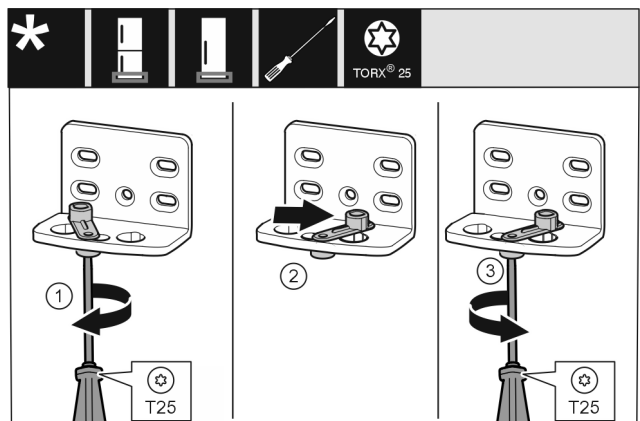

Fig. 13
- ▶ Schroef Fig. 13 (1) met een schroevendraaier losdraaien.
- ▶ Deursluthulp Fig. 13 (2) optillen en 90° naar rechts in de boring draaien.
- ▶ Schroef Fig. 13 (3) met een schroevendraaier vastschroeven.